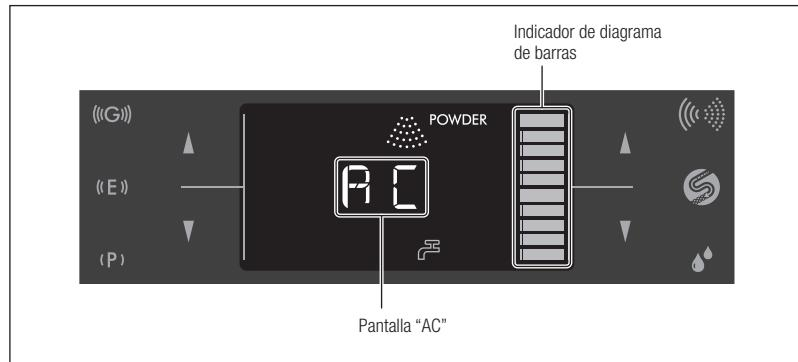

Fig. 37
- La operación de autolimpieza tarda aproximadamente 45 segundos. Durante la autolimpieza aparece "AC" en el panel LCD, y el tiempo restante aproximado se muestra en el indicador del diagrama de barras (Fig. 37).